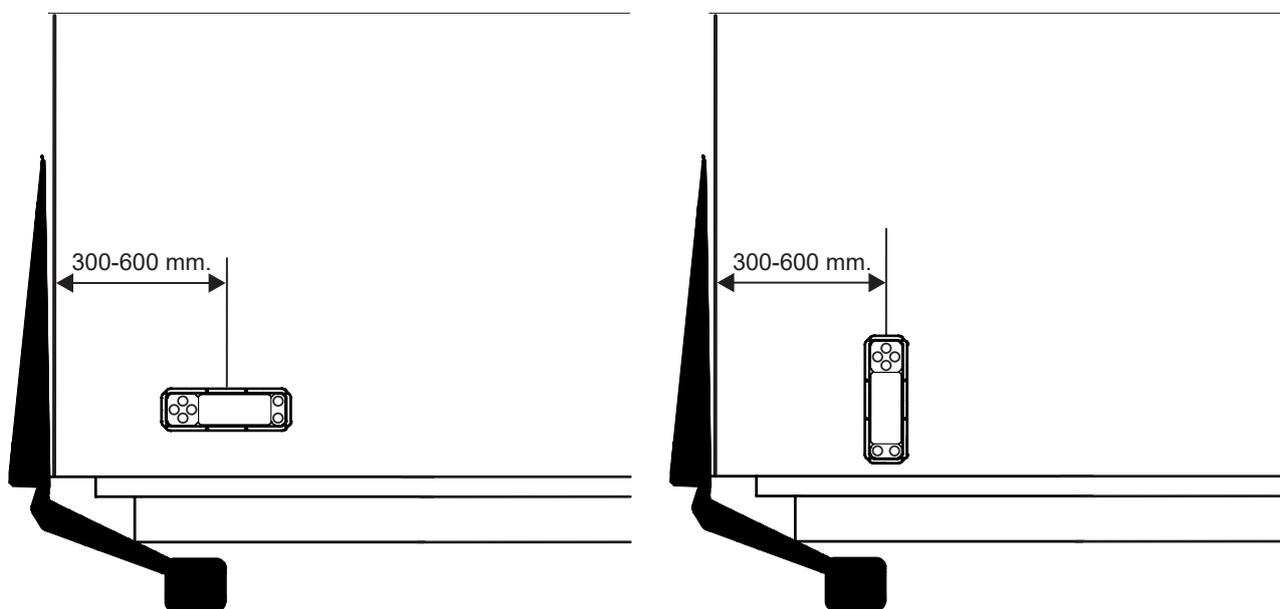

Figura 46. Montaje del actuador
5. A continuación, monte el actuador en el armario. Véase la Figura 46